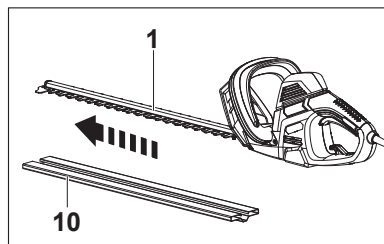

Fig. 1
1. Remova o protetor da lâmina (10) da lâmina (1) antes da operação (Fig. 1).